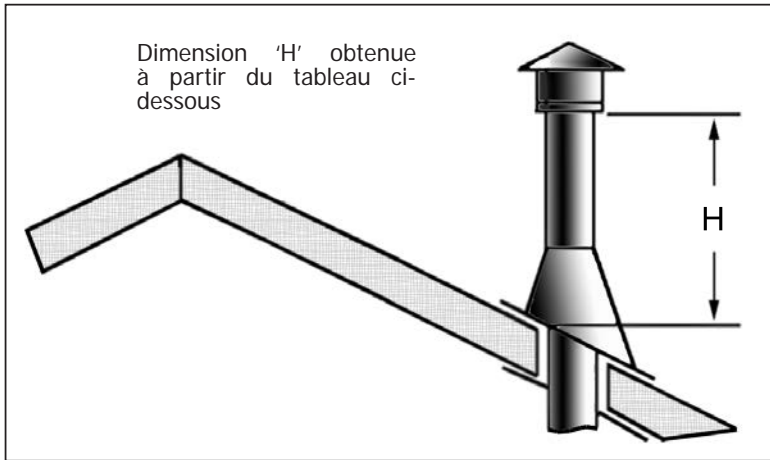

Figure 66: Hauteur de la Terminaison Verticale;
Étape 4. Mesurez la pente du toit. Sélectionnez le bon solin et le col tempête et déterminez la hauteur au-dessus du toit (voir Figure 66). Un matériau de tuyauterie non corrosif doit être utilisé pour toutes les longueurs de tuyau extérieur. Sceller les têtes de clous avec du silicone.